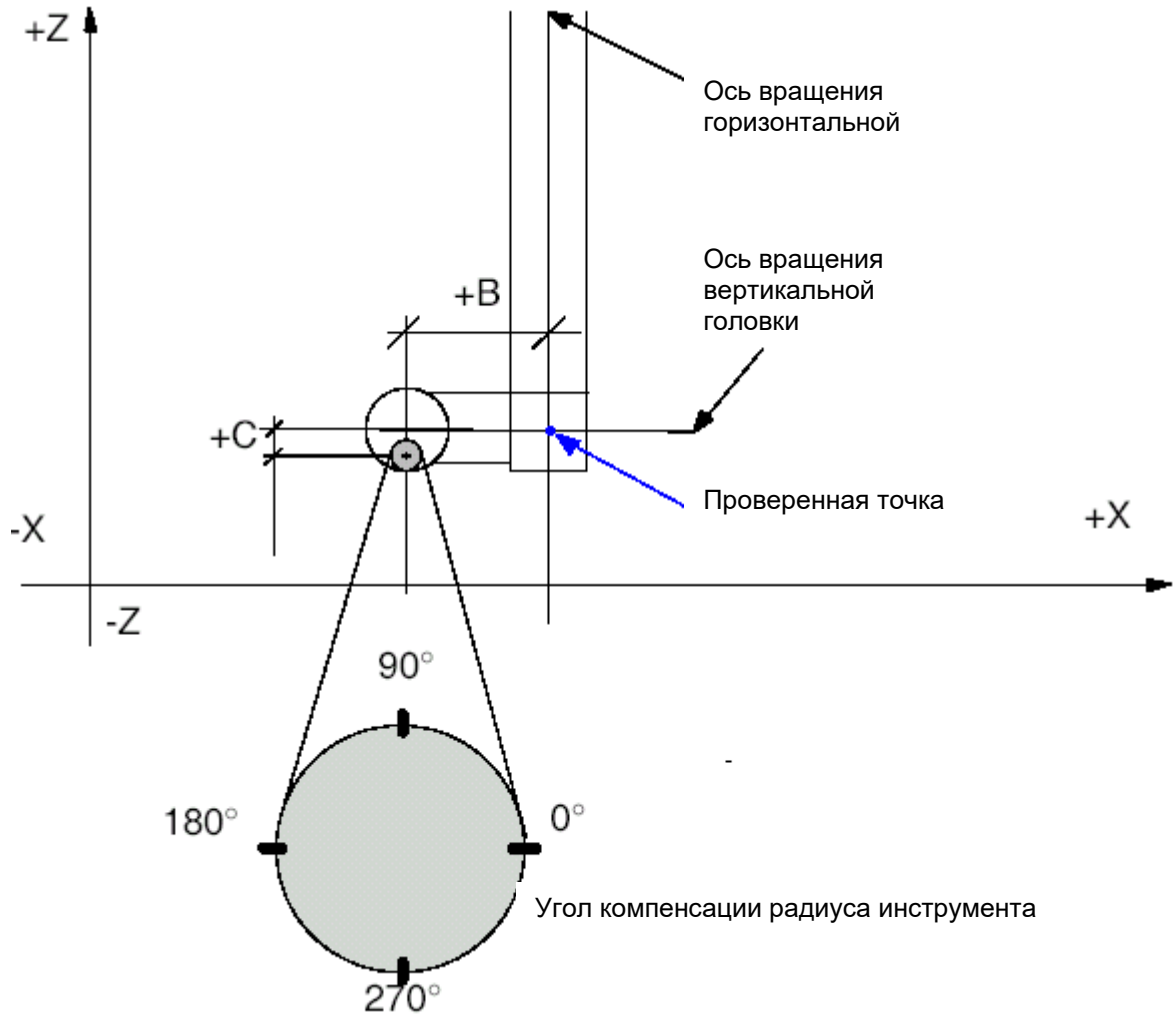

Рис. 2.1 Фронтальный вид
- m противолежащий угол между центром инструмента и точкой контакта инструмента с деталью (совпадает с параметром T.U. 400). – см. рис. 2.1, 2.5 и 2.6.